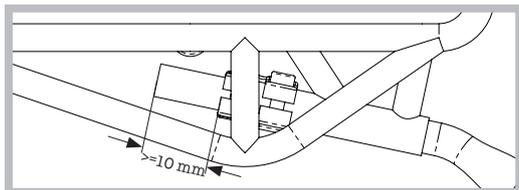

Figure 13
8. Graissez légèrement les haubans supérieurs du porte-bagages et faites-les glisser dans leurs supports. Déployez le hauban supérieur à travers la fixation en laissant un minimum de 10 mm exposés. (Voir la figure 13) Le repère d'introduction sur les haubans supérieurs du porte-bagages ne sera pas visible si le montage est correct.